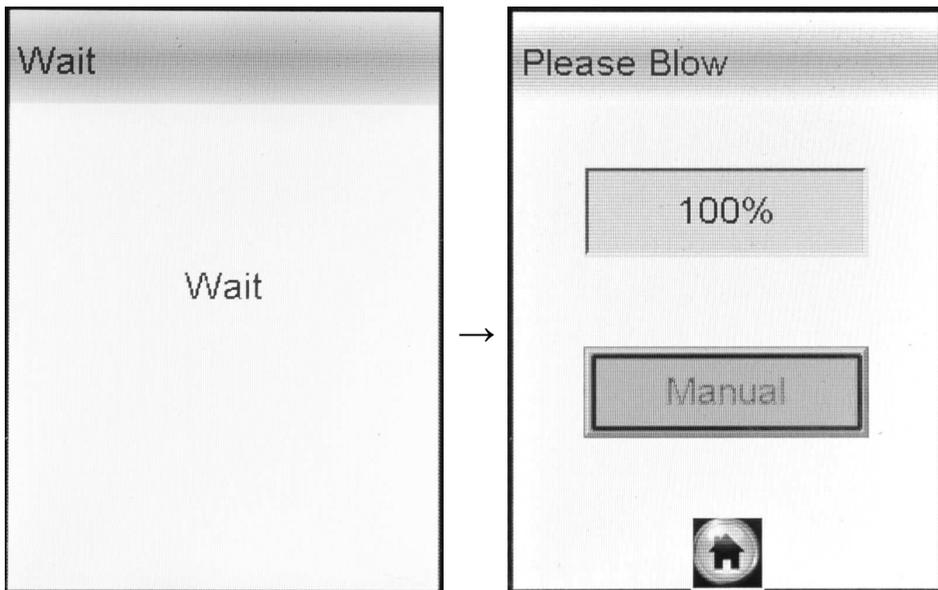

Рисунок 8 – Выход на режим тестирования
2.7.5 При готовности анализатора к отбору пробы (рисунок 8, справа) выполните выдох согласно п. 2.7.6 настоящего Руководства по эксплуатации.
Для этого активируйте виртуальную кнопку  кратковременным нажатием кнопки **вкл/выкл** – анализатор осуществит переход к следующему измерению. Переместите курсор с помощью кнопок **A** и **B** на виртуальную кнопку «**Manual**» (рисунок 8, справа) и активируйте ее кратковременным нажатием кнопки **вкл/выкл**, при этом анализатор произведет ручной (пассивный) отбор пробы окружающего воздуха – будет слышен щелчок срабатывания солевого заборной системы.
2.10.2 Выберите режим скрининга, переместив курсор с помощью кнопок **A** и **B** до соответствующей иконки и утвердив выбор кратковременным нажатием кнопки **вкл/выкл**. Анализатор начнет процедуру подготовки анализатора к выходу на режим тестирования, и на дисплее последовательно появятся окна «**Wait**» и «**Please Blow**» (рисунок 8).